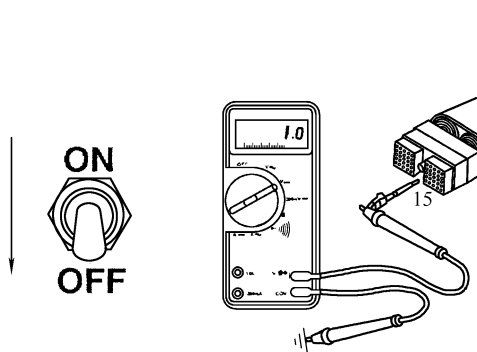

图 5-280 断开开关，测量触针 15 与机体间的电压
(4) 检查外部电源是否短路 打开车辆钥匙开关并断开风扇控制开关，测量触针 15 与机体间的电压，如图 5-280 所示，电压应小于 1.5V 。如果电压不正确，则说明电路中有外部电源，或者风扇控制开关电路与 OEM 线束中电源线短路，应除去外部电源线或维修 OEM 线束中的导线。